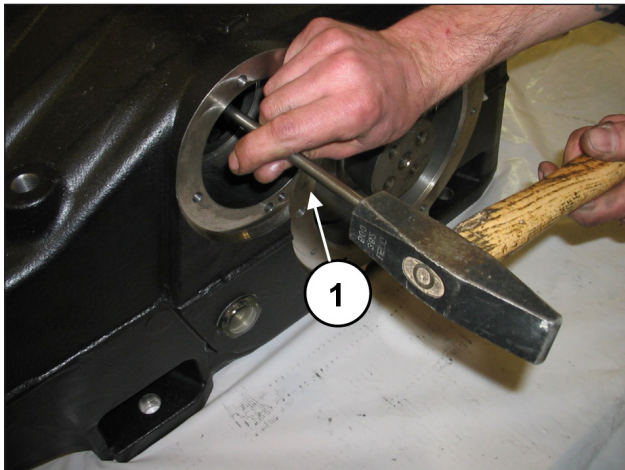
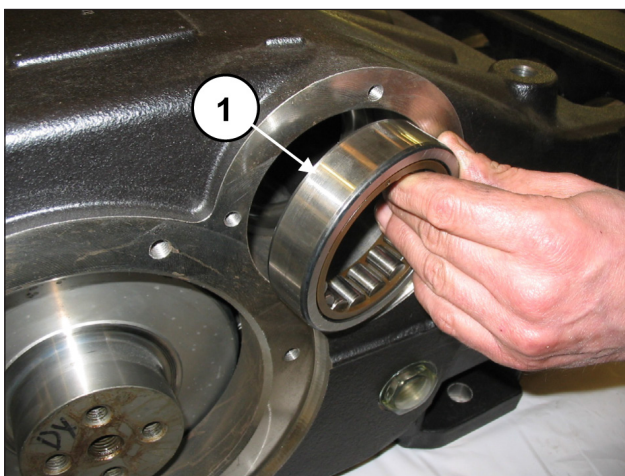
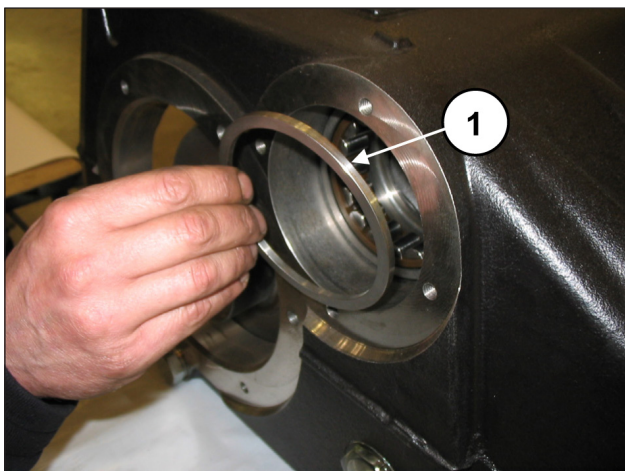
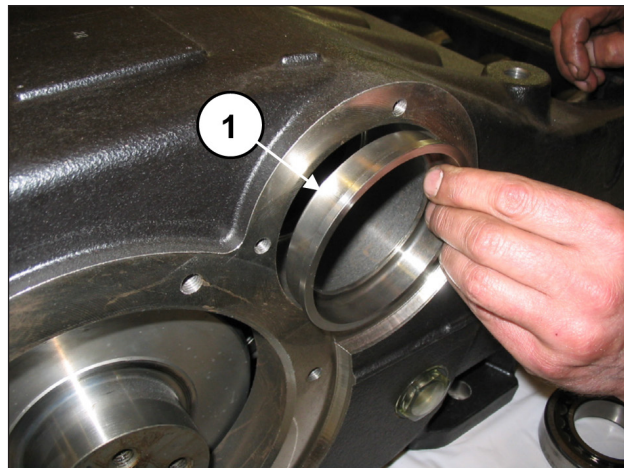

图 34
图 35
图 36
图 37
用一根足够长的杆（位置①，图 34）和一把锤子，从泵壳中取出轴承环（位置①，图 35）、外轴承垫片（位置①，图 36）和轴承润滑套（位置①，图 37）。